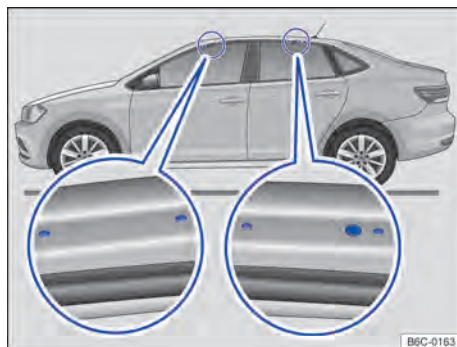

Fig. 154 Pontos de fixação dos suportes de base do bagageiro do teto (ambos os lados).
Os furos ou marcações dos pontos de fixação dos suportes de base ficam visíveis com a abertura das portas (dianteiras e traseiras) do veículo e encontram-se no lado nas vigas do teto → Fig. 154 (lupa). Os furos ou marcações para fixação atrás encontram-se no lado inferior das vigas do teto → Fig. 154 (lupa direita).
- Fixar os suportes de base somente nas marcações indicadas na figura → Fig. 154.